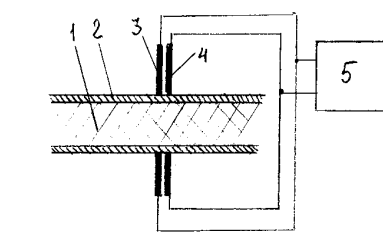

рис.1
**Устройство отделения металлического экрана с кабеля** описано в патенте Германии 4036011 (рис.1). На кабеле 1 находится металлический экран 2. В месте, где необходимо отделить металлический экран, устанавливают два кольцевых электрода 3 и 4, разделенные между собой промежутком. К электродам подводят сварочное напряжение от аппарата 5. В результате нагрева экрана материал оболочки кабеля под экраном между электродами расплавляется. После этого часть экрана по зоне расплава можно отрезать и снять.